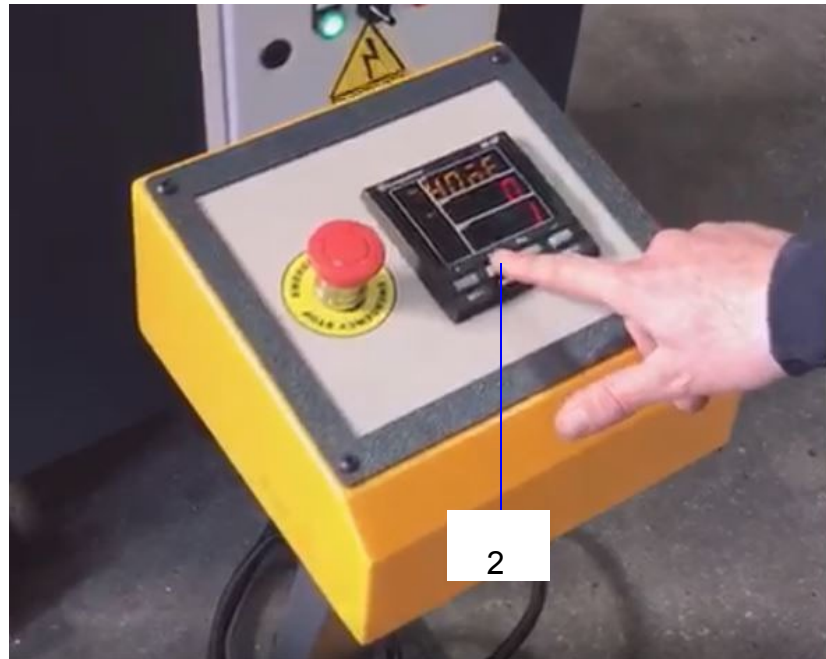

Fig. 16 : Appuyer sur le bouton 2
Étape 3 : Appuyez sur le bouton 2 (Fig. 16) jusqu'à ce que le chiffre 20 apparaisse à l'écran.